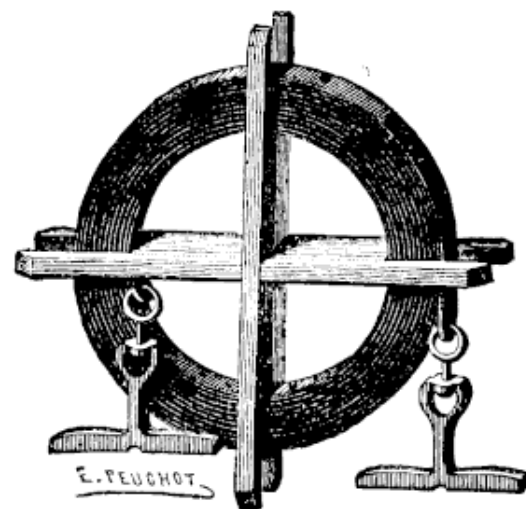

Fig. 18
18. Décamètre ou Mesure à ruban acier , de 16 millimètres de largeur, sur croisillon, poignées rondes articulées ou ovales ou T droites (fig. 18), de 10 mètres	12 »